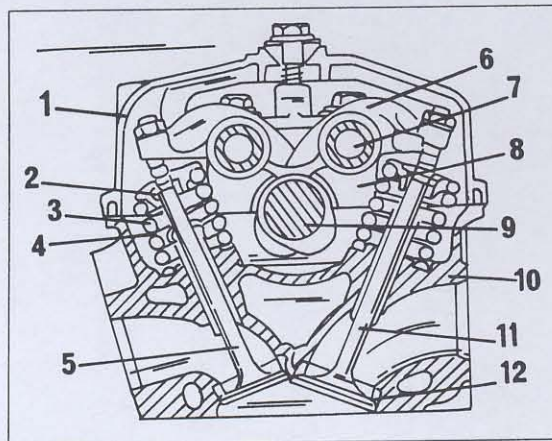

Bild 33
- Der Reihe nach alle Teile vom Ventilschaft herunterziehen, aber darauf achten, dass Feder-sitze, Öldichtringe oder Kegelhälften nicht verloren gehen. Bilder 34 und 35 zeigen die Teile des Zylinderkopfes mit oder ohne "Jet"-Ventile. Bild 33 zeigt eine Schnittansicht des Kopfes eines 1,6 Liter-Motors.